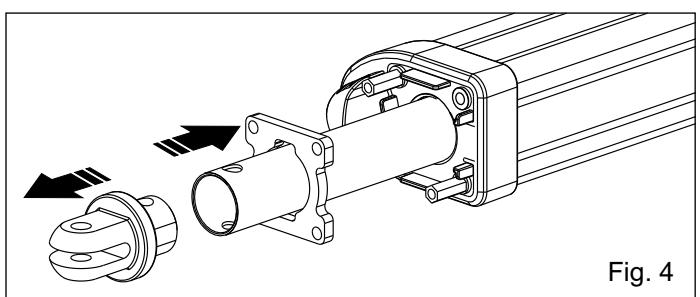

Fig. 4
- Sacar la horquilla anterior e insertar la placa perforada en la barra como en Fig.4